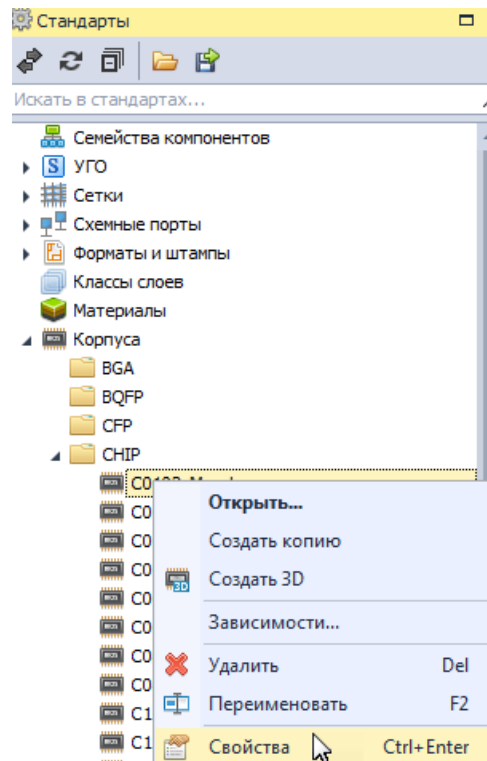

Рис. 93 Просмотр свойств корпуса
2. Вызовите контекстное меню и выберите пункт «Свойства», либо воспользуйтесь горячей клавишей Ctrl+Enter, см. Рис. 93.